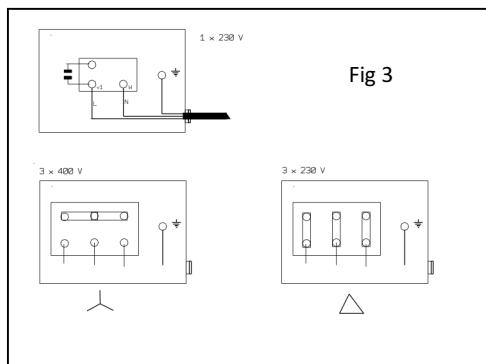

Fig 3
3.3 Voor driefasige pompen, volg de verbindingen volgens het schema van de elektrische doos en plaats de bruggen in functie van de spanning (deze bruggen worden standaard geplaatst voor een voeding van 3 x 400 V). (Fig 3)